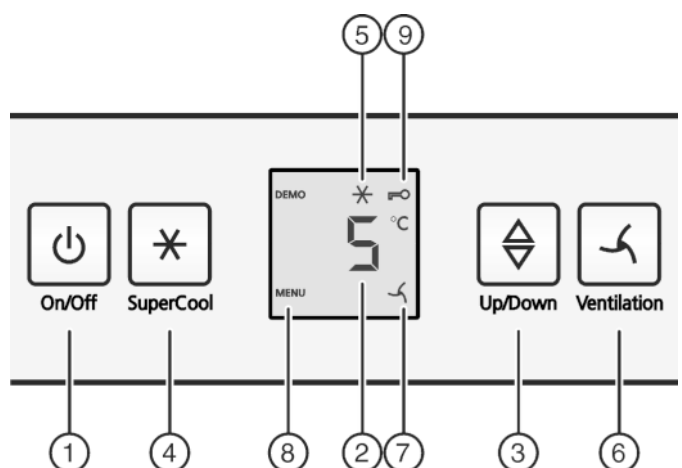

Fig. 3
- ▶ Pulsar tecla On/Off Fig. 3 (1)
- ▶ Pulse la tecla SuperCool Fig. 3 (4) durante aprox. 5 segundos.
- ▷ En el indicador se visualiza el símbolo Menú Fig. 3 (8).
- ▶ Confirme brevemente con la tecla SuperCool Fig. 3 (4).
- ▷ El símbolo de seguridad para niños Fig. 3 (9) se ilumina en el indicador.
- ▶ Pulse brevemente la tecla On/Off Fig. 3 (1).
- ▶ Acceder a la función de temperatura: pulse la tecla de ajuste Fig. 3 (3).
- ▶ Modificar la temperatura en intervalos de 1 °C: pulse la tecla de ajuste Fig. 3 (3) hasta que se ilumine la temperatura deseada en el indicador de temperatura.
- ▶ Pulse brevemente la tecla SuperCool Fig. 3 (4).
- ▷ El símbolo de SuperCool Fig. 3 (5) se ilumina en la pantalla.
- ▷ El símbolo de SuperCool Fig. 3 (5) se apaga en la pantalla.
- ▶ Pulse brevemente la tecla Ventilation Fig. 3 (6).
- ▷ El símbolo de ventilación Fig. 3 (7) se ilumina.
- ▷ El símbolo de ventilación Fig. 3 (7) se apaga.